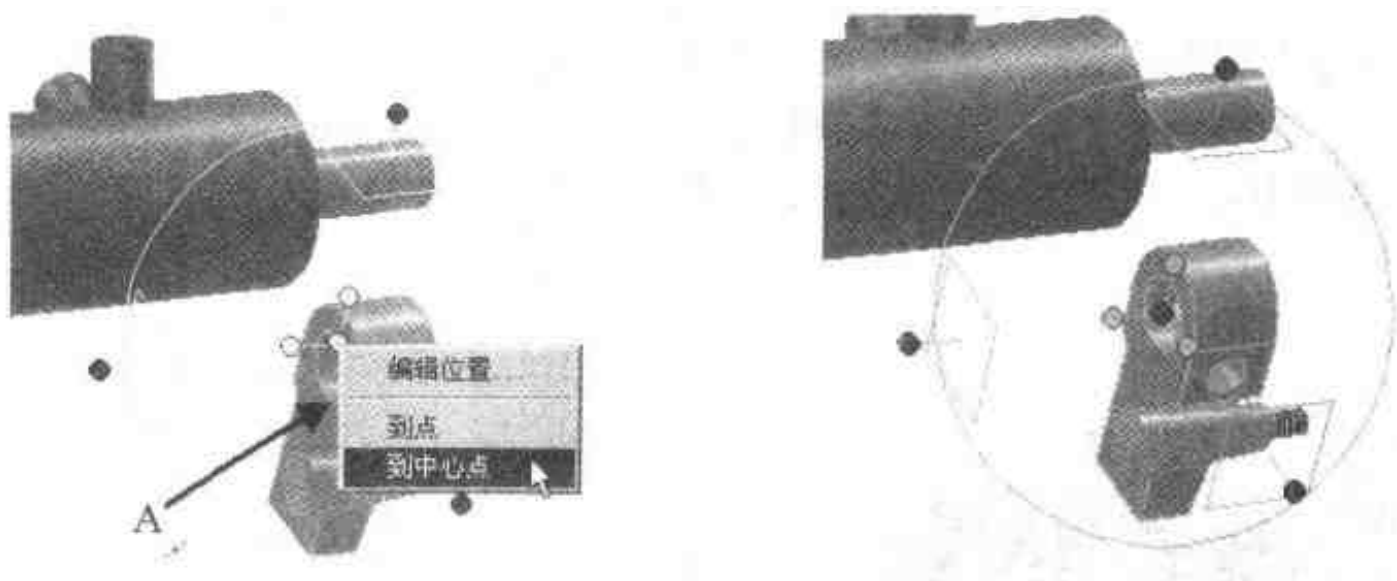

图 3.21 定位三维球位置
- (4) 按空格键, 三维球变成白色。右击三维球中心手柄, 在弹出的快捷菜单中选择【到中心点】命令。接着选择左脚蹬圆洞上的圆(A), 将三维球移到圆洞的中心。再单击空格键, 使三维球变为绿色, 结果如图 3.21 所示。